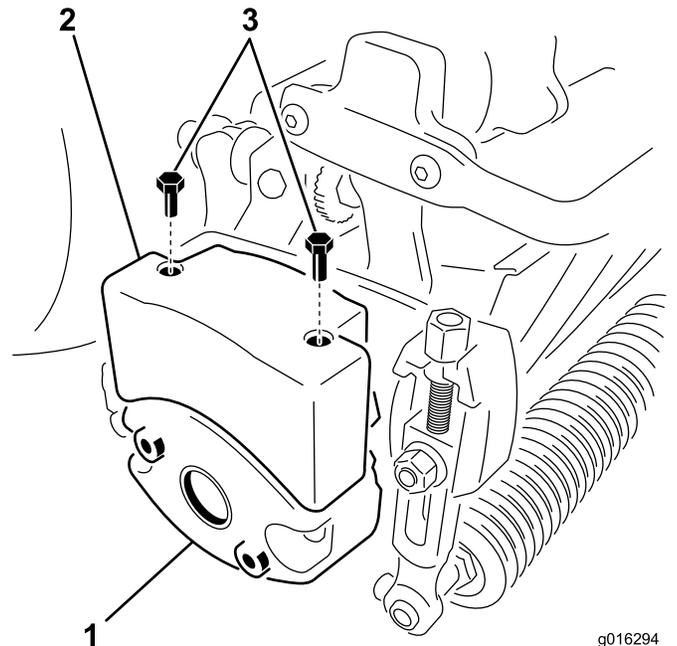

図 10
4. ウェイトをカッティングユニットの側面に固定しているボルト(2本)を外す(図 10)。
6. カッティングユニットのウェイトに上部ウェイトを取り付ける；六角ヘッドねじ2本を使用する(図 10)。